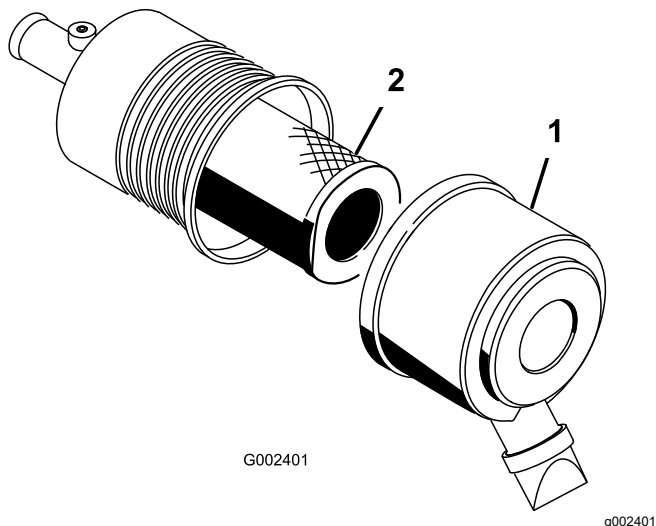

Рисунок 55
2. Отпустите защелки, фиксирующие крышку воздухоочистителя на его корпусе (Рисунок 55).
3. Снимите крышку с корпуса воздухоочистителя (Рисунок 55).
5. Снимите и замените фильтр (Рисунок 55).